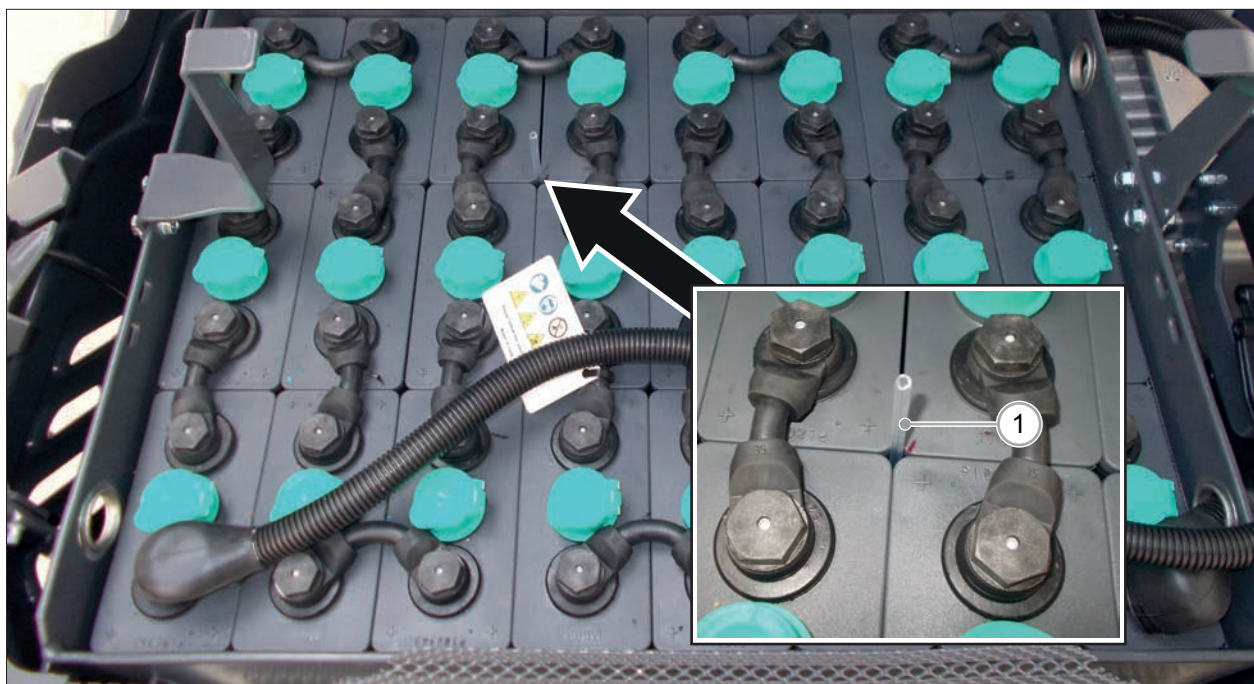

РИС. 50
- Удалите жидкости из контейнера, используя трубки (РИС. 50 - Сс. 1), поставляемые с батареями;